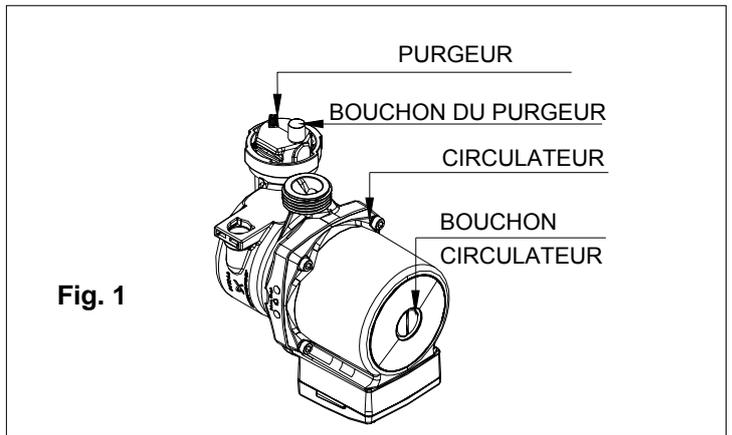

Fig. 1
- contrôler que le bouchon du purgeur est légèrement desserré pour permettre à l'air de sortir (fig. 1)